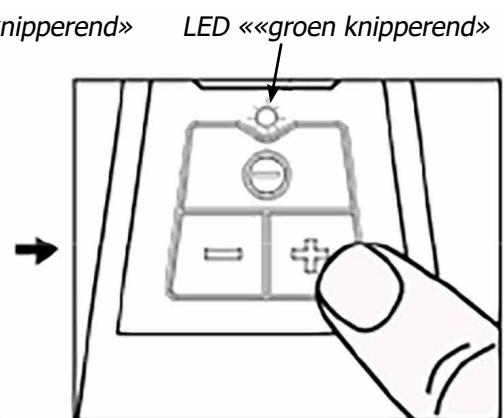

Fig. 3
- Stel de snelheid bij door op de knoppen "+" of "-" te drukken. Druk op «+» om de snelheid te verhogen en op «-» om de snelheid te verlagen (Fig. 3).